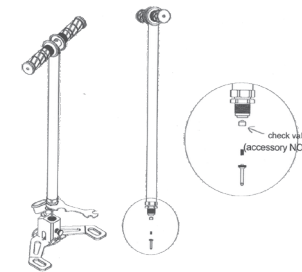

Bild 7.3
**Lösning** (se bild 7.3): Öppna stödplattans backventil med specialnyckeln, och rengör eller byt ventil efter behov.